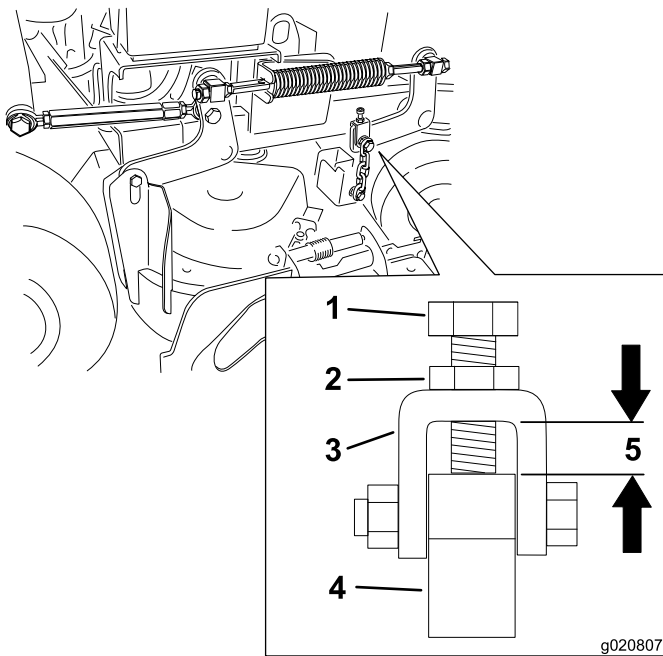

Figura 83
Nota: Esta distancia debe ser de 11 mm, según se muestra en Figura 83.
12. Afloje la contratuerca y ajuste el perno de ajuste para obtener la distancia correcta, según se muestra en Figura 83.